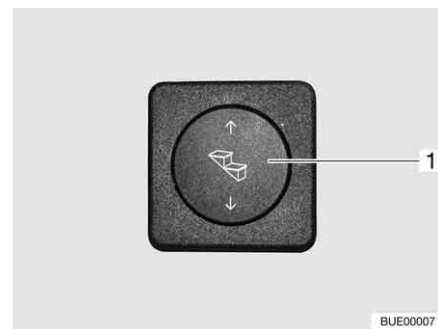

Fig. 4 Pulsante per il comando dello scalino di ingresso
- Estrazione:* ■ Premere in basso il pulsante basculante (Fig. 4,1) e tenerlo premuto (almeno 3 secondi), fino a che lo scalino di ingresso è stato completamente estratto.
- Inserimento:* ■ Premere in alto il pulsante basculante (Fig. 4,1) fino a che lo scalino di ingresso è completamente inserito.